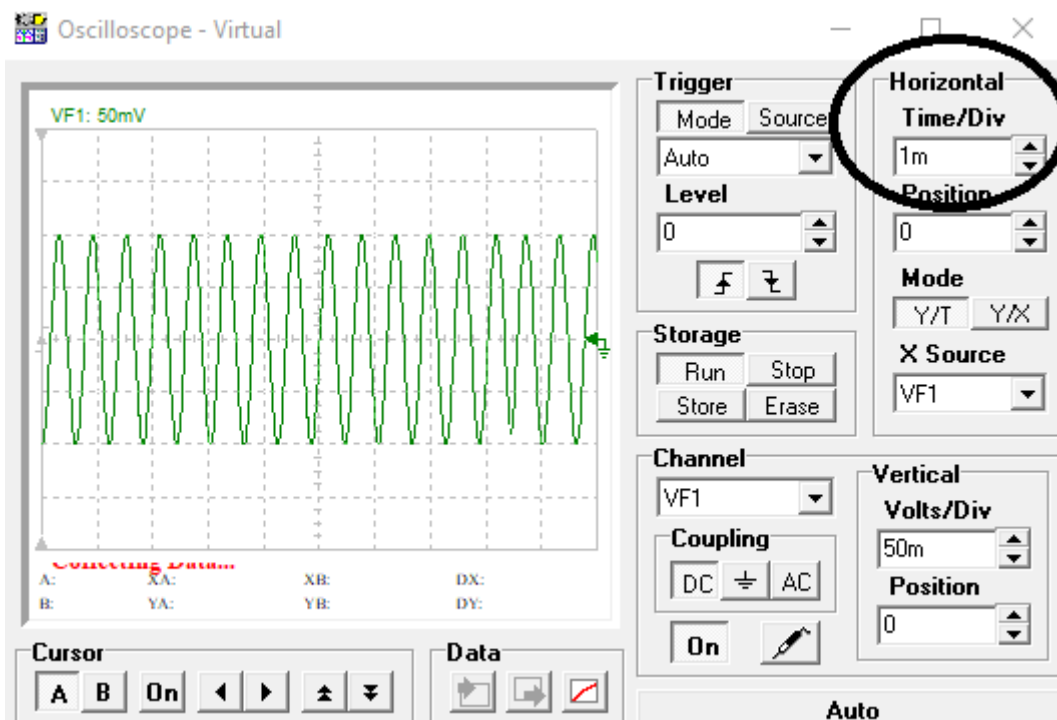
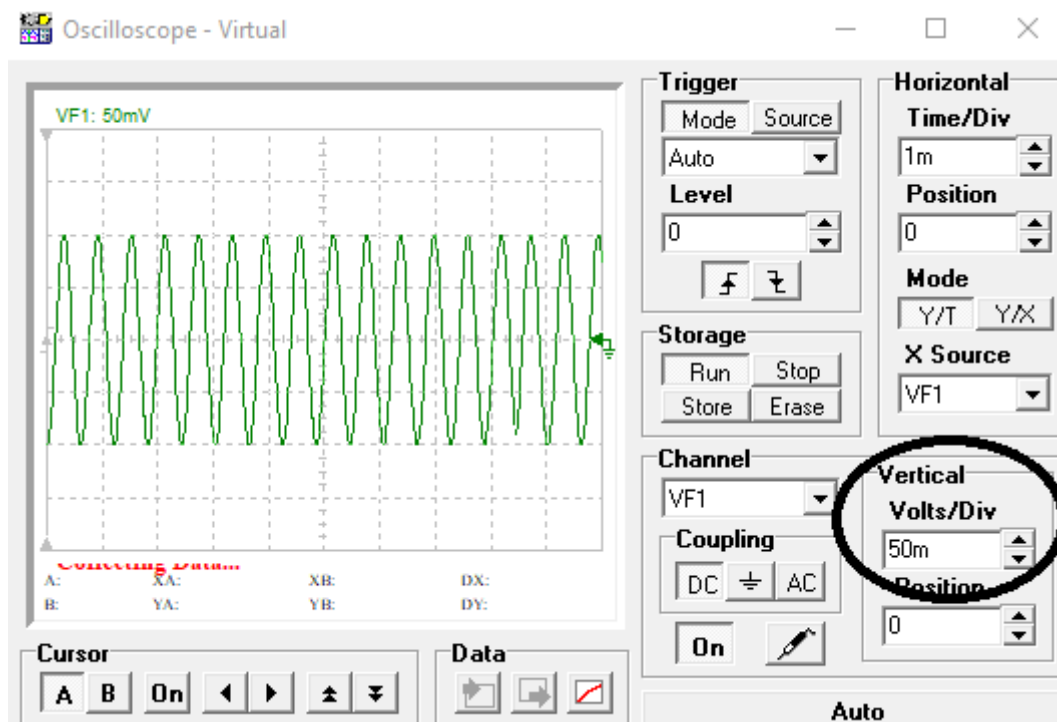

Рисунок 2.5 – Горизонтальная развертка
Рисунок 2.6 – Вертикальная развертка
3. После запуска осциллографа необходимо произвести горизонтальную (рис.2.5) и вертикальную (рис. 2.6) развертки. Для этого увеличивайте или уменьшайте цену деления стрелками «Вверх» и «Вниз».